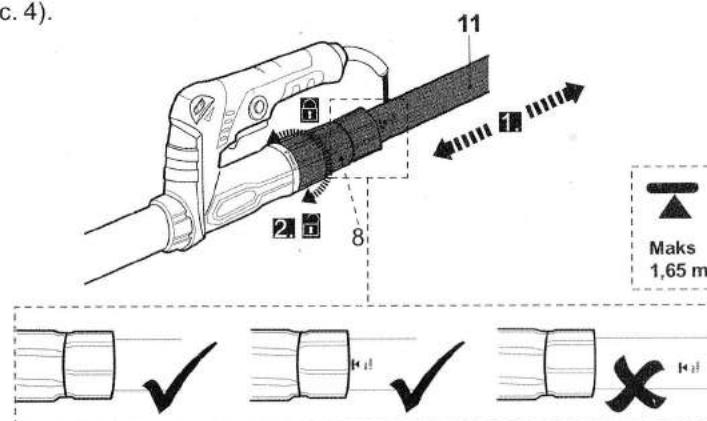

Рис. 4
- > При необходимости регулируйте длину телескопической трубы (11). Обратите внимание на маркировку "Макс 1,65 м" на телескопической трубке. Зажмите муфту (8) после установки/регулировки телескопической трубы (Рис. 4).
- > Приложите шаблон с отверстием наждачной бумаги (15) к отверстию в плите основания (10b), прежде чем закреплять наждачную бумагу (15) к плите, чтобы обеспечить эффективный отбор пыли и хороший результат.
- > Слегка прижмите наждачную бумагу (15), чтобы закрепить ее на плите основания (10b) (Рис. 4).